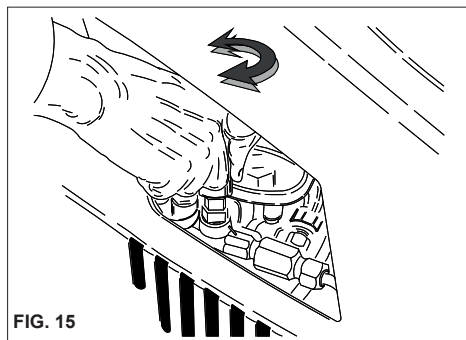

FIG. 15
Il presente capitolo riguarda solo i modelli provvisti del dispositivo "Regolatore di pressione". Il dispositivo regolatore di pressione, fig. 15 permette di regolare la pressione di lavoro. Ruotando la manopola C in senso antiorario (B) (minimo) si ottiene così una riduzione della pressione di esercizio.